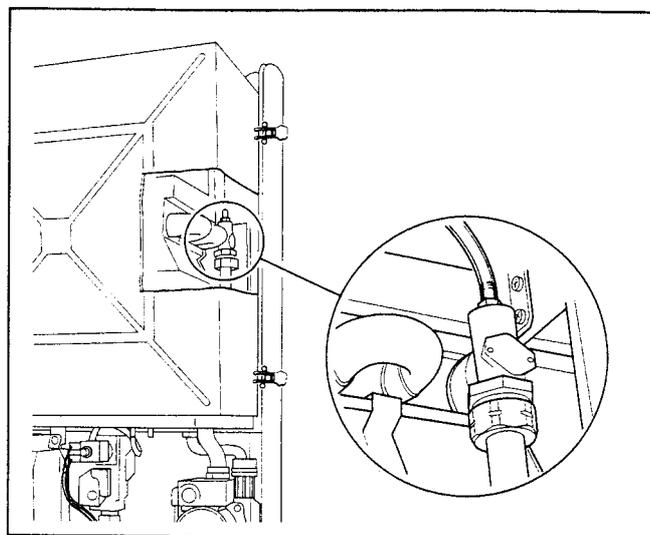

Fig. 17
- d) Procedere allo sfiato dell'aria dal circuito riscaldamento, dallo scambiatore principale tramite la vite di sfiato manuale (Fig. 17) e sbloccare il circolatore se necessario.